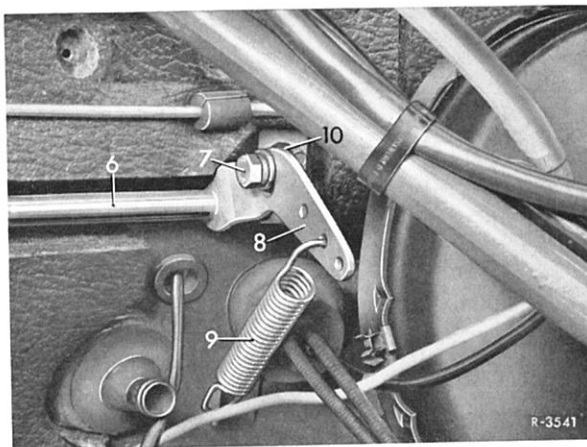

Bild 07-3/8
9 Vollgasanschlag bei abgestelltem Motor prüfen. Dazu Fahrpedal vom Wageninnern aus durchtreten. Dabei muß das Fahrpedal und der Drosselklappenhebel jeweils am Vollgasanschlag anliegen. Wenn notwendig, Regulierwelle (6) an der Stirnwand nach Lösen der Befestigungsschraube (7) verstellen (Bild 07-3/8).